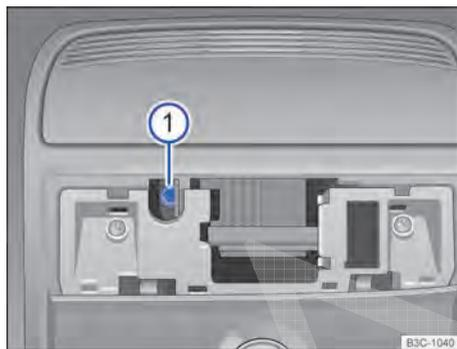

Fig. 220 Parafuso sextavado para fechar o teto de vidro.
- Encaixar uma chave sextavada comum¹⁾ de tamanho de 4 mm no parafuso sextavado → Fig. 220 ①.